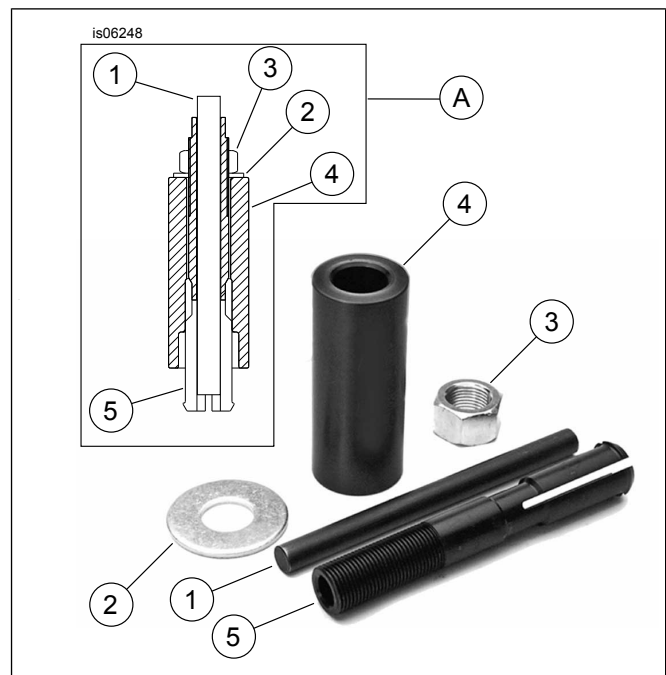

Figura 1. Parti di ricambio: Attrezzo per la rimozione del cuscinetto camma interno Twin Cam 96
Consultare l' Figura 1 e la Tabella 1.
1. Vedere la Figura 1. Smontare l'attrezzo rimuovendo il dado (3), la rondella di ottone (2) e il perno di riferimento (1). In questo modo, l'estrattore per cuscinetto camma interno (5) e l'estrattore corpo (4) verranno lasciati.